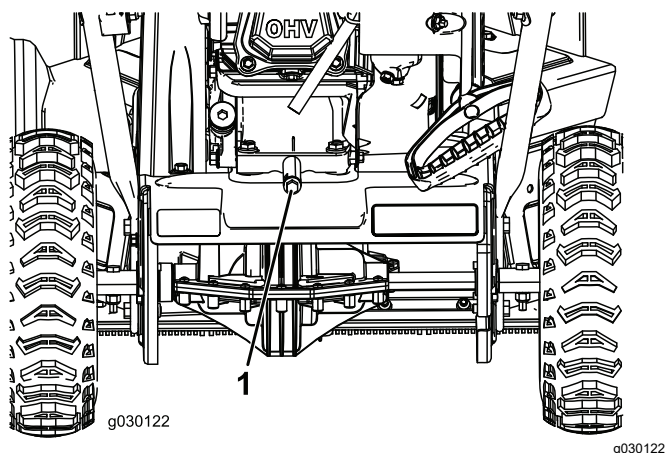

Figure 19
2. Nettoyez la surface autour du bouchon de vidange d'huile (Figure 19).
3. Placez un bac de vidange sous le bouchon de vidange et retirez le bouchon; basculez la machine en arrière et vidangez l'huile usagée dans le bac de vidange (Figure 19).